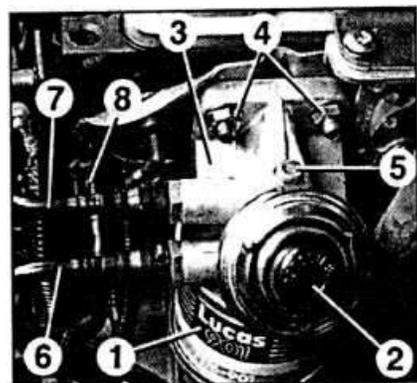

Рис. 2E.51. Топливный фильтр.
- Ручным топливным насосом (2, рис. 2E.51) качайте, пока не возникнет заметное сопротивление.